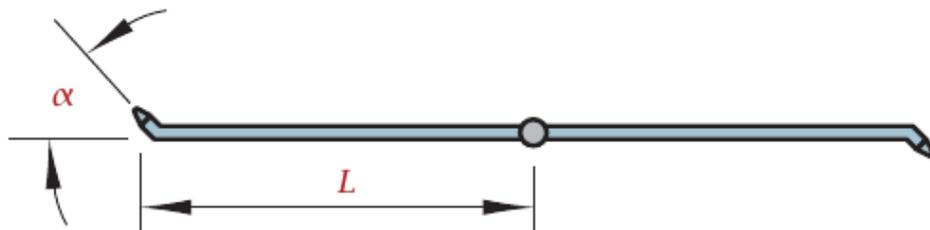

Figura 6: Aspersor de riego no plano de 2 brazos
5. **EXAMEN FEB-19-GIA** El agua entra en el aspersor de la figura 6 a través de una tubería vertical de diámetro  $D_1$ , con una velocidad  $v_1$ . Los dos brazos están contenidos en el plano horizontal, que es el de rotación. El caudal de alimentación del aspersor se distribuye en partes iguales por los dos brazos que descargan a la atmósfera con una velocidad uniforme. Éstos son de longitud  $L$  y tienen acopladas en sus extremos boquillas de diámetro  $D_2$ . El eje de cada boquilla forma un ángulo  $\beta$  (no representado en la figura) con el plano de rotación, y el plano vertical que contiene dicho eje forma un ángulo  $\alpha$  con el plano vertical que contiene el brazo.